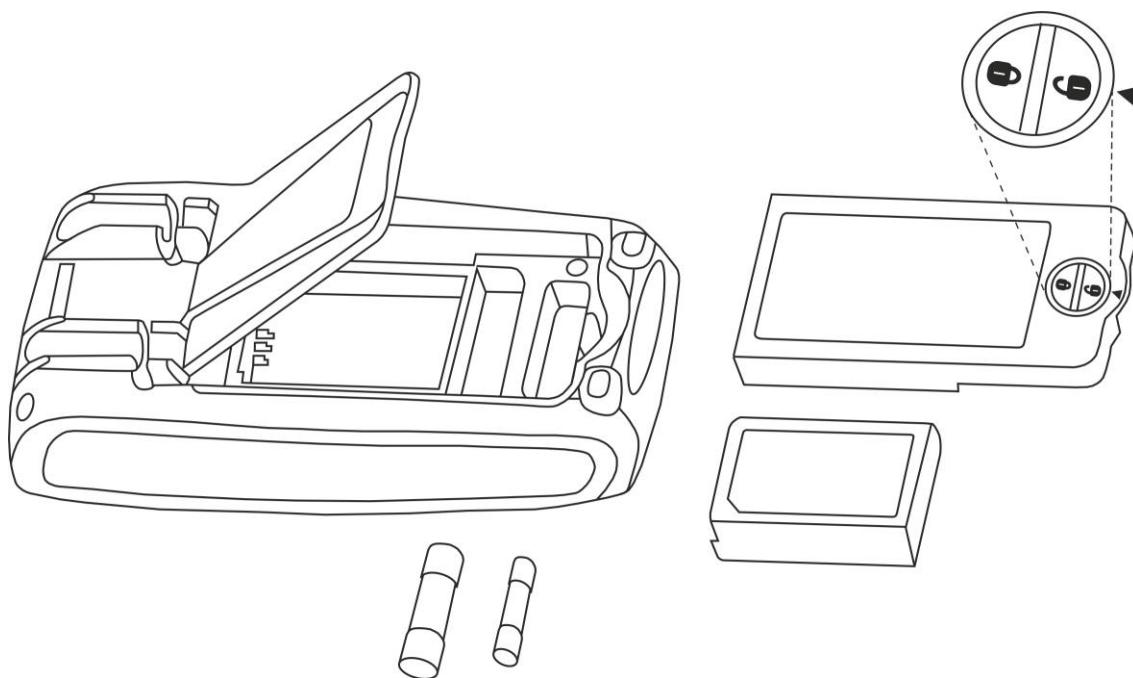

Fig. 34: Remplacement des fusibles internes
2. Tourner la vis de fixation du compartiment à batterie de la position « » à la position « » et le retirer (voir Fig. 34)